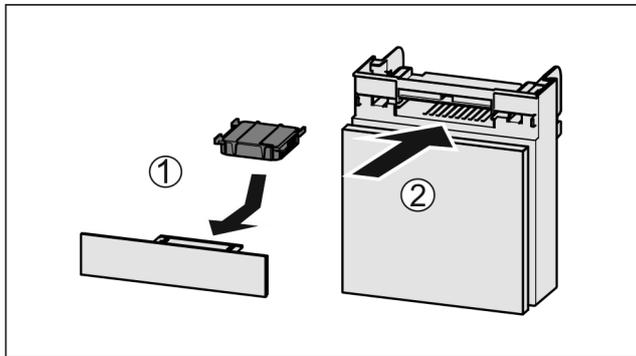

Fig. 57
- ▶ Inserte Fig. 57 (1) el filtro de carbón activado según se indica en la ilustración.
- ▶ Inserte Fig. 57 (2) el compartimiento.